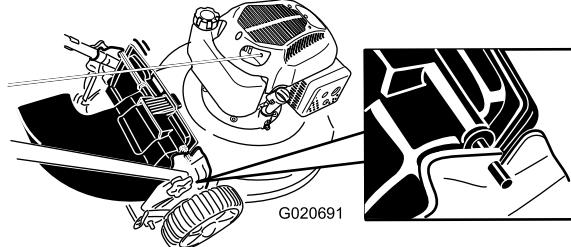

Figura 22
4. Introduzca la varilla del deflector de descarga trasera en las muescas de la máquina (Figura 22).